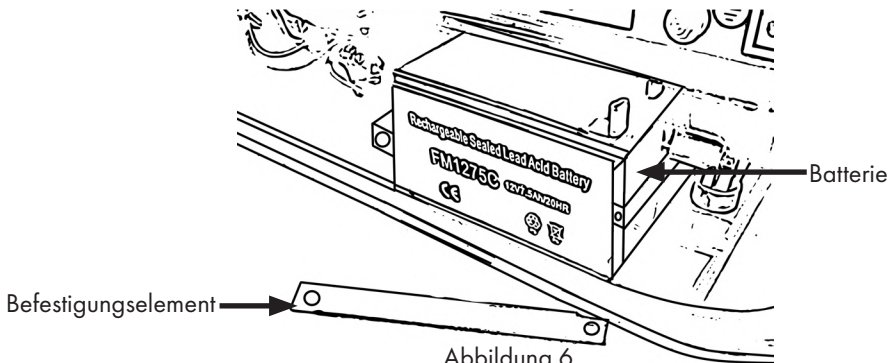

Abbildung 6
- Setzen Sie zuerst die Batterie wie in Abbildung 6 gezeigt ein und befestigen Sie diese mit den Schrauben an der Vorderseite.